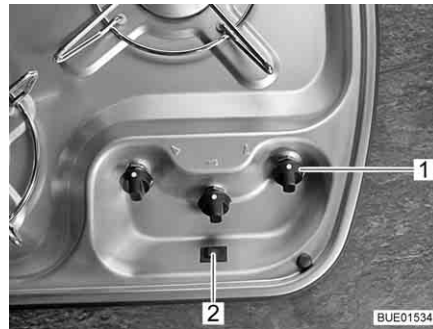

Fig. 208 Elementi di comando del fornello a gas
- Ruotare il pomello girevole (Fig. 208,1) dell'impianto a fiamma libera desiderato in posizione accesa (fiamma alta).
- Premere il pulsante per l'accensione (Fig. 208,2). Sul bruciatore vengono prodotte scintille.